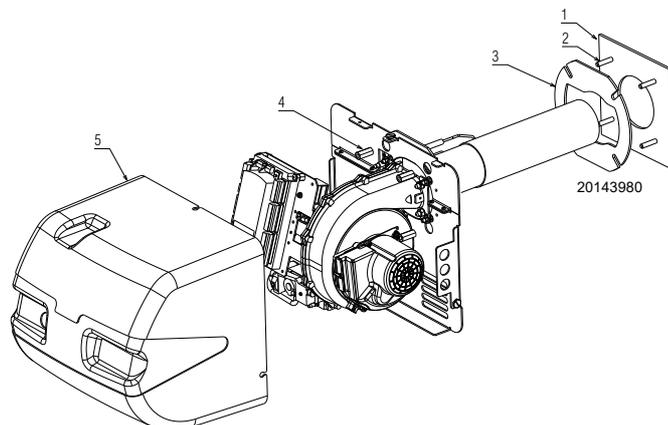

Abb. 14
- arretieren Sie die Haube 5)(Abb. 14).